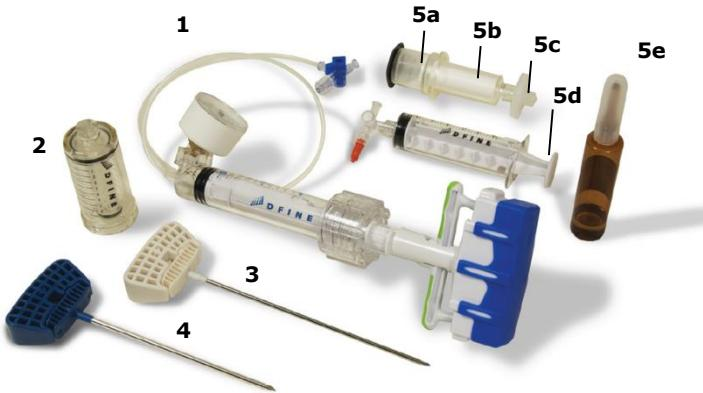

Abbildung 1. StabiliT VP-Vertebroplastiesystem
Das StabiliT VP-Vertebroplastiesystem ist ein System zur kontrollierten Abgabe von StabiliT-Knochenzement bei der Behandlung von Kompressionsfrakturen der Wirbelsäule. Das StabiliT VP-Vertebroplastiesystem besteht aus sieben (5) Komponenten (Abbildung 1).